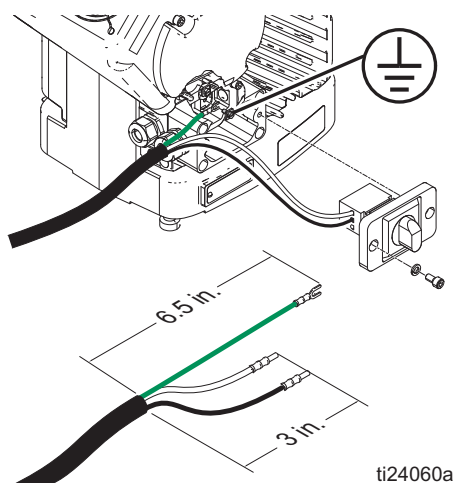

FIG. 1: Cable de alimentación
- Añada virolas si fuera necesario. Consulte FIG. 1.